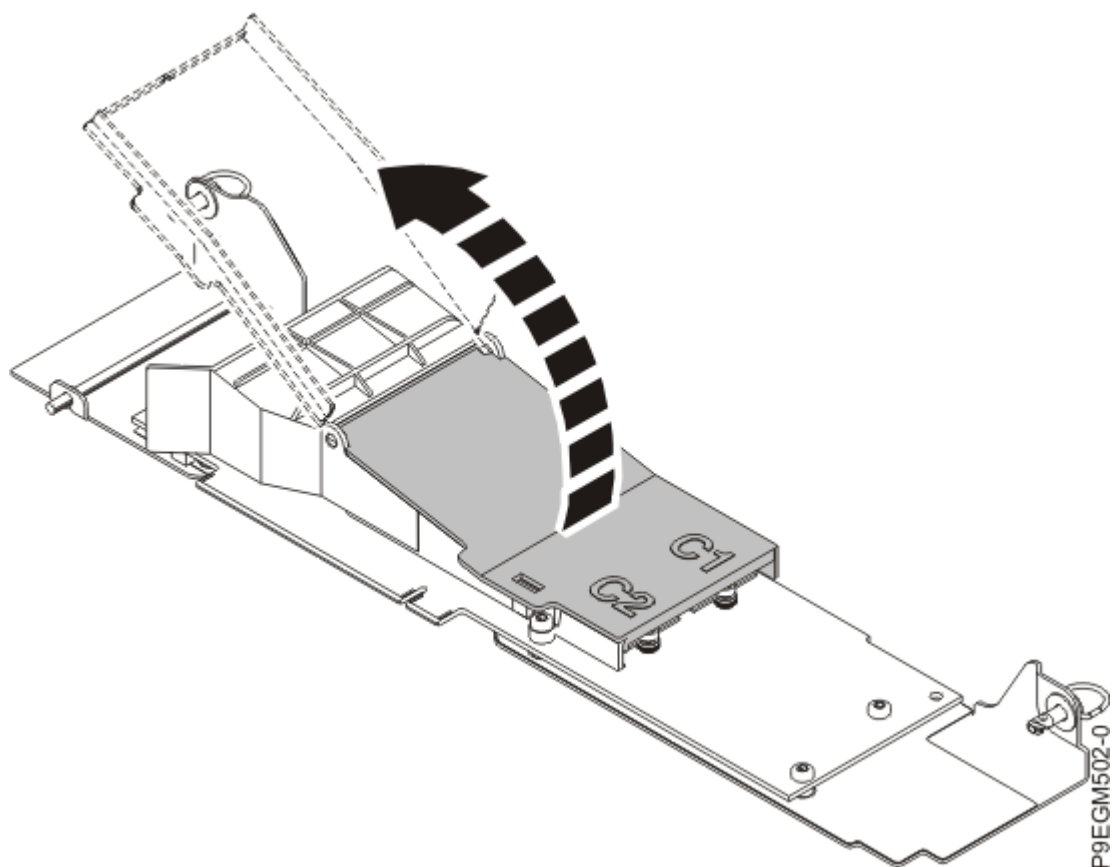

Figure 15. Soulevez le capot de la carte porteuse NVMe M.2
- a) Soulevez le capot noir de la carte porteuse NVMe M.2 en tirant près de la languette comme indiqué à la Figure 15, à la page 21.